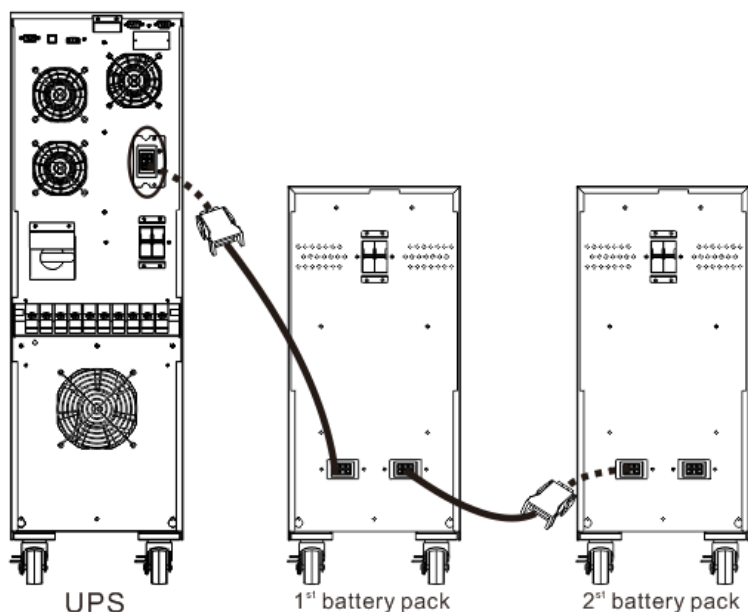

Figure 1, raccordement du bloc-batterie à l'onduleur
**REMARQUE : si vous utilisez plusieurs blocs-batteries, référez-vous à la figure 1 ci-dessous pour les connexions.**